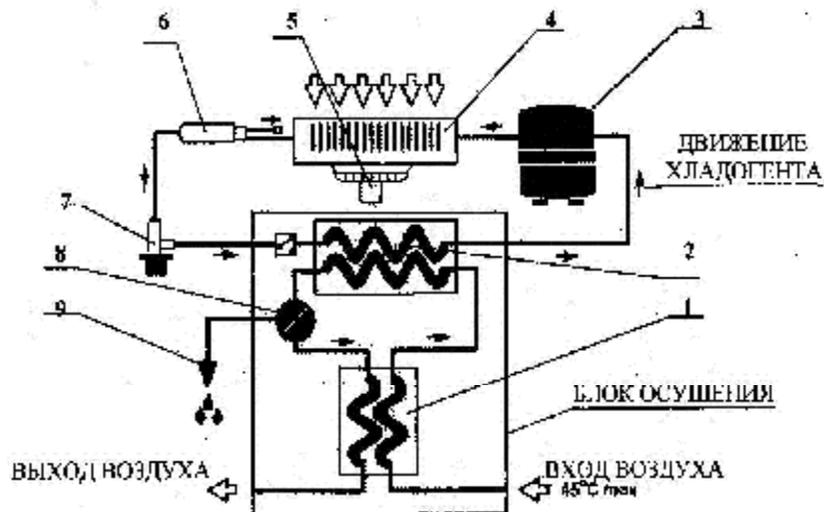

Рисунок 3 Принципиальная схема осушителя.
4.2 Осушитель (рис. 3) представляет собой конструкцию двухконтурного трубчатого теплообменника, размещенного в блоке осушения. Поступающий сжатый воздух, охлаждается до температуры точки росы в две стадии. На первой стадии воздушно-воздушный теплообменник 1 охлаждает горячий воздух. На второй стадии фреоново-воздушный теплообменник 2 понижает температуру сжатого воздуха до заранее заданной температуры точки росы.